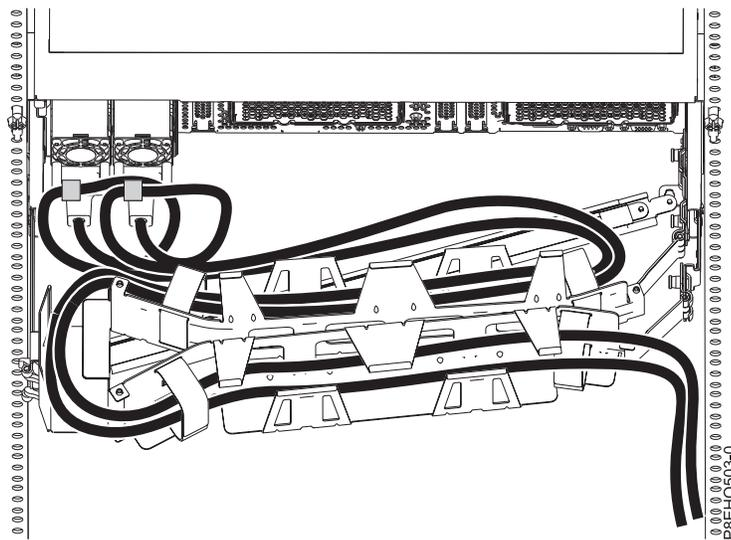
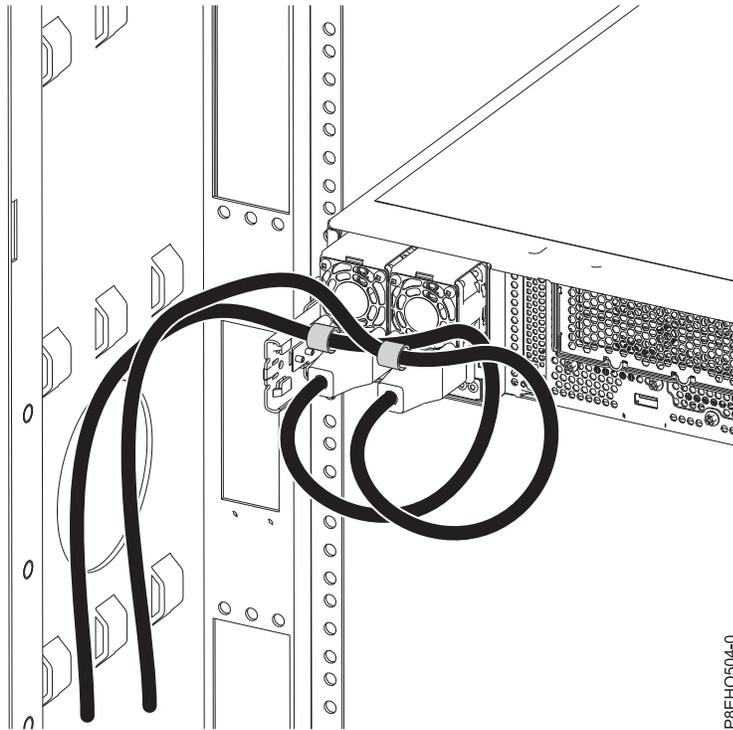

図 73. ケーブル・マネジメント・アームで配線する電源コードのループ：電源コードは反時計方向にループして右側に配線します。
図 74. 側壁に沿って配線する電源コードのループ：電源コードは反時計方向にループして左側に配線します。
3. 電源コードをループ状に配線して、電源装置ハンドルに接続します。電源コードをどのようにループさせるかに注意してください。ループの直径は必ず 5 cm 以上に維持してください。ループには 2 つのタイプがあり、図 73 と 117 ページの図 74 に詳しく示しています。面ファスナーを使用して電源コードを電源装置のハンドルに留めます。